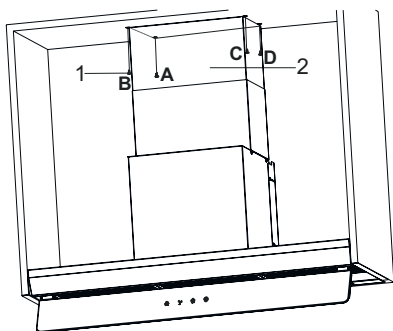

Fig. 18
7. ➔ Tire de la chimenea interior hasta la sección superior de la cabina (Fig. 18).
Conecta los 4 tornillos de conexión en los puntos de A, B, C, D que se encuentran en cabina de la cocina (Fig. 18).